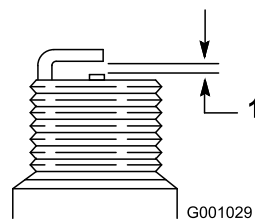

Figure 50
- Réglez l'écartement des électrodes de la nouvelle bougie à 0,76 mm (0,030 po), comme montré à la Figure 50.